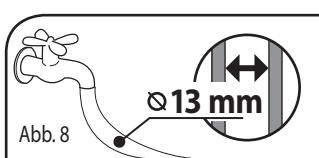

Abb. 8
4. Den Kaltwasserschlauch anschließen und den Hahn vollständig öffnen (Abb. 8).